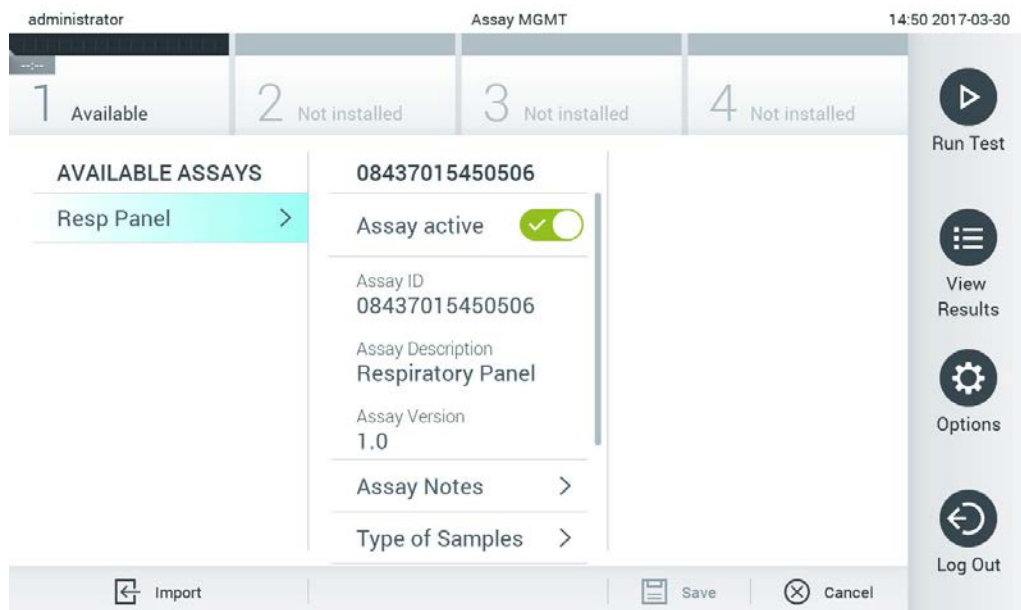

Figura 65. Gestionarea testelor disponibile.
1. Apăsați butonul **Options** (Opțiuni), apoi butonul **Assay Management** (Gestionarea testelor) pentru accesarea ecranului **Assay Management** (Gestionarea testelor). Testele disponibile sunt enumerate în prima coloană a zonei de conținut (Figura 65, pagina următoare).